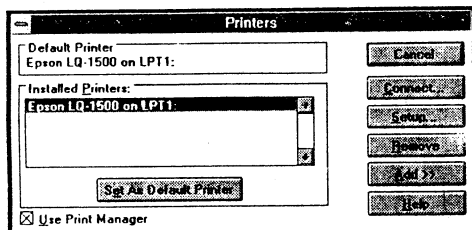

图8 Printers 对话框
6. Printers 利用本对话框将使用户能安装、更改、删除、设置各类打印机,如图8所示。